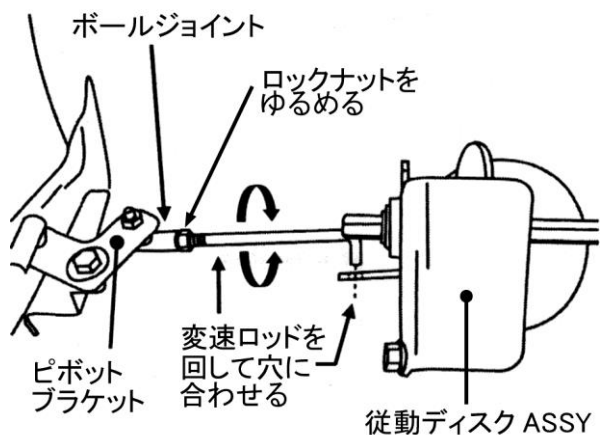

図 6-10
6. 伝達ロッドをまわして位置と向きを合わせてから、元の穴に納めてワッシャと割りピンを取り付けます。(次ページ 図6-10)
(次ページ図6-10)